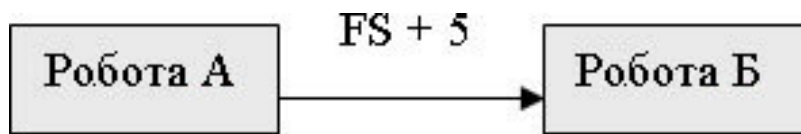

Рис. 4.5. Зображення операції Фініш-старт із затримкою на 5 днів
*Застосування випереджень і затримок.* Випередження і затримки є інтервалом часу, які модифікують взаємозв'язки між попередніми і наступними операціями. Випередження і затримки позначаються знаками плюс (для затримки) і мінус (для випередження) перед кількістю періодів часу. На рис. 4.5 подано графічне зображення операції із затримкою: робота Б розпочнеться через 5 днів після закінчення роботи А.